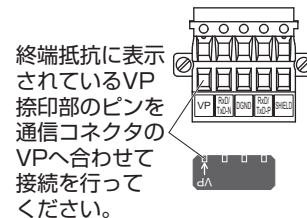

図2
- (2)伝送路の両端のユニットには、必ず"終端抵抗"を接続してください。(図2参照)